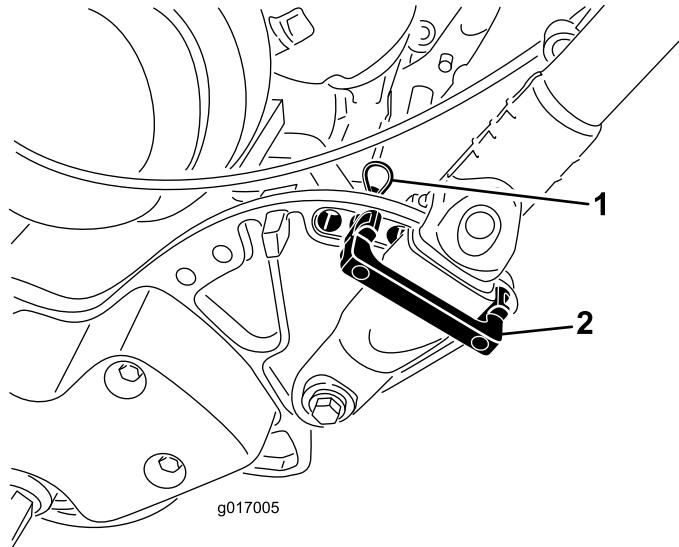

Bild 24
1. Nehmen Sie an jeder Seite des Rasenmäzers die Splints aus den Griffbefestigungen (Bild 24).
2. Stützen Sie den Griff ab. Nehmen Sie die Splints an jeder Seite ab. Drehen Sie den Griff auf die gewünschte Einsatzposition (Bild 24).